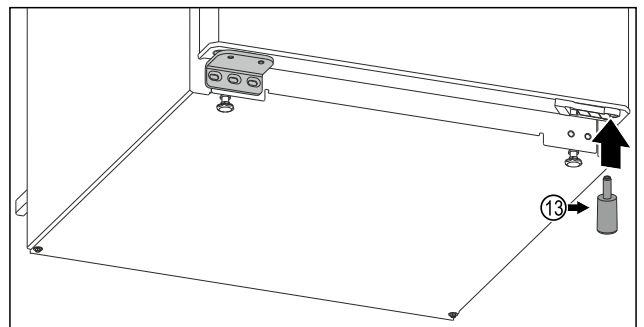

Fig. 18 Bei Geräten ohne 4-Sterne-Gefrierfach*
- ▶ Das Distanzteil *Fig. 18 (13)* wieder rechts unten in die Tür einsetzen, weil es wichtig für die Standfestigkeit des Geräts ist.*